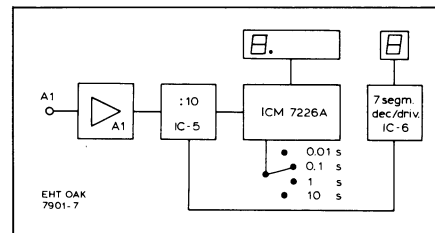

Fig. 1-e. Frequentiemeting tot 50 MHz.
geen van de prescalers worden gebruikt. De verhouding freq.A/freq.B wordt hier gemeten, eventueel gemiddeld over 1 tot 1000 perioden van het signaal op de B-ingang (fig. 1-c). Bij het meten van frequenties hoger dan 10 MHz worden de prescalers ingeschakeld. Tot 50 MHz alleen de eerste prescaler (IC-5, SN 74196), die met een aparte 7-segment decoder/driver een extra digit aanstuurt om bij een bepaalde resolutie toch een korte meettijd te garanderen. Een omschakeling bij de ICM 7226 zorgt dat de decimale punt weer zo gepositioneerd wordt dat de uitlezing in kHz blijft (fig. 1-e). Metingen tot 500 MHz kunnen verricht worden via de laagohmige A2-ingang, waarvoor de OM 336 met de prescaler SP 8631 A als voorversterker dient. Door het interne oscillatorsignaal van de ICM 7226 via een extra decadedeler te laten lopen wordt de poorttijd een factor tien (10) groter, zodat dit in overeenstemming is met de door 10 gedeelde ingangsfrequentie. De decimale punt blijft zo de uitlezing in kHz aangeven. De met de